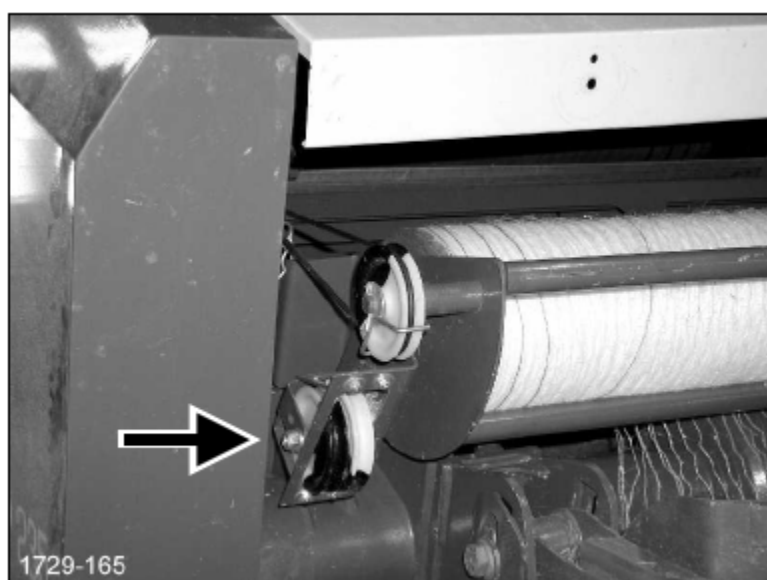

Рис. 86
о Проверьте натяжение шпагата на направляющих роликах для шпагата (рис. 86). Обвязка завершается, как только направляющие ролики останавливаются.
- o Проверьте натяжение шпагата на направляющих роликах для шпагата (рис. 86). Обвязка завершается, как только направляющие ролики останавливаются.